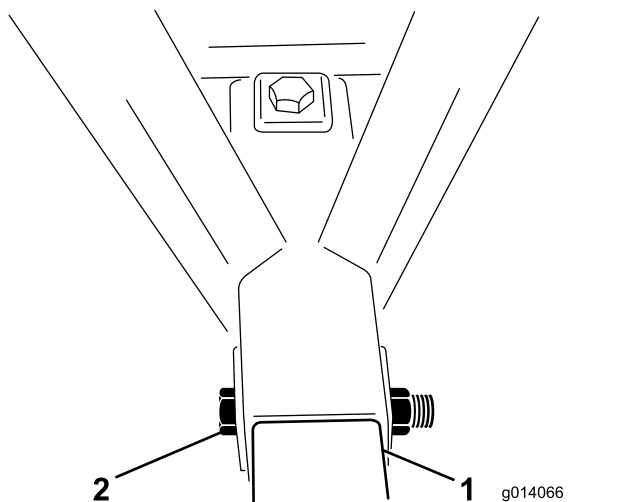

Figura 4
5. Coloque um parafuso (1 x 6½ pol.) através da estrutura e tubo de engate e instale uma porca de bloqueio (Figura 4). Aperte a porca de bloqueio com uma força de 976 a 1193 N·m.
6. Coloque um parafuso (1 pol. x 6½ pol.) através do topo da estrutura e para baixo através do tubo de engate e prenda-o com uma porca de bloqueio (Figura 4). Aperte a porca de bloqueio com uma força de 976 a 1193 N·m.